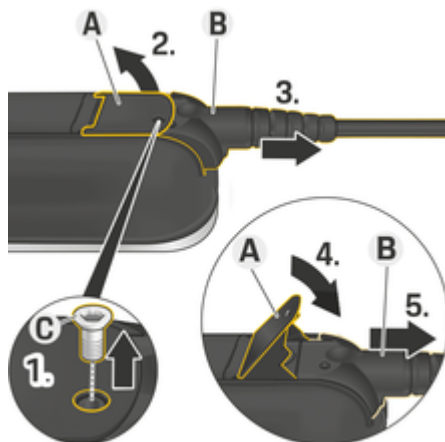

Fig. 81 Desconectando cabos
1. Remova o parafuso **C** (Fig. 81) usando uma ferramenta adequada.
2. Levante a alavanca **A** (Fig. 81).
3. Puxe o conector **B** (Fig. 81) até sentir a resistência pela primeira vez.
4. Feche a alavanca **A** (Fig. 81).
5. Puxe o conector **B** (Fig. 81) completamente.